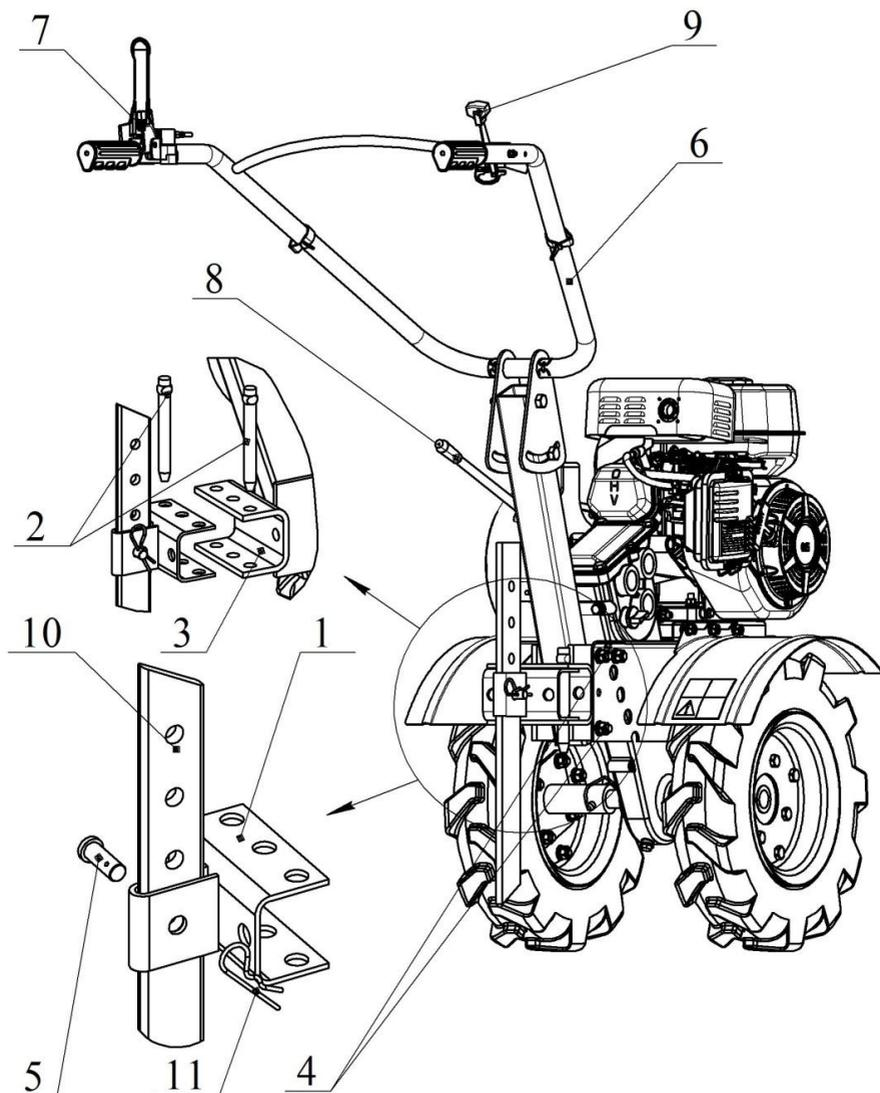

Рисунок 8 – Мотоблок. Вид справа сзади
4.5 Установите ограничитель **10** (рисунок 8) на нужную глубину обработки почвы и закрепите ось **5** и шплинтом **11**.